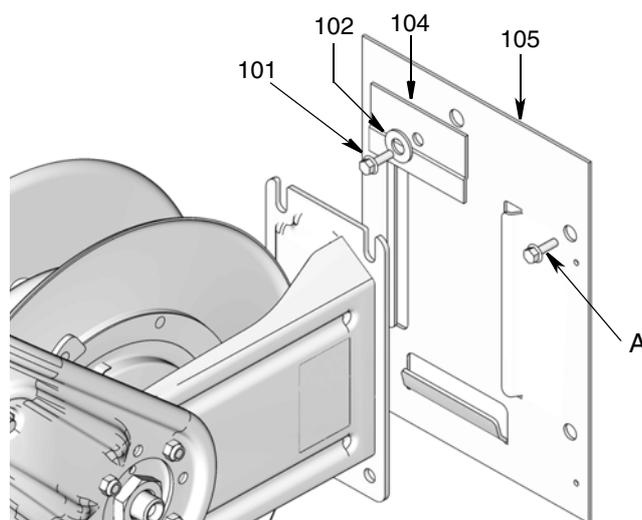

FIG. 5
NOTA: Per tutte le installazioni a parete e soffitto, l'utente deve fornire quattro bulloni di montaggio e quattro rondelle (A) (FIG. 5) che siano sufficientemente resistenti per sostenere il peso della bobina per cavi, del cavo e degli accessori. Vedere i Dati tecnici a pagina 26 per il peso delle bobine per cavi senza accessori.
3. Usare la base della bobina (FIG. 5 - 105) per disporre la posizione dei fori di montaggio prima di eseguire i fori
NOTA: Per facilitare l'installazione, montare prima la piastra base (105) alla parete (FIG. 5).
4. Praticare fori di montaggio. Montare la piastra base (105) alla parete usando 4 bulloni di montaggio (A) forniti dall'utente che siano sufficientemente resistenti da sostenere il peso della bobina per cavi, del cavo e degli accessori. Serrare i bulloni a fondo.
5. Far scorrere la bobina per cavi sulla piastra base (105) e installare la piastra di tenuta (104), la rondella (102) e la vite (101). Stringere la vite con fermezza (FIG. 5).